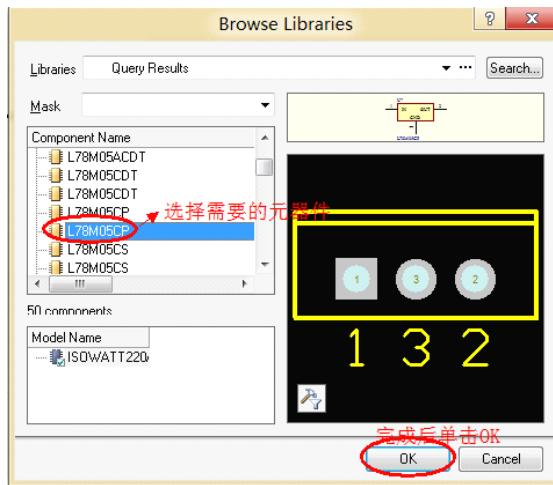

图 6-6.33 搜索结果对话框
**St3.2:** 搜索后结果如图 6-6.33 所示，选择需要的元件后一次单击 ok 直到元器件悬浮于光标上，移动鼠标到合适的位置后单击鼠标左键进行放置。